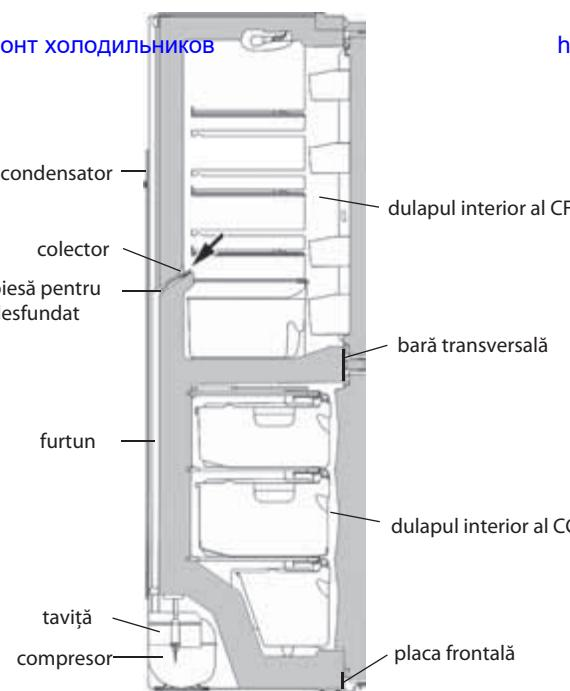

Figura 11 — Schema scurgerii apei rezultate în urma topirii din CC
4.2.1 În CF se folosește un sistem automat de dezghețare. Bruma, care apare pe peretele din spate a CF, după deconectarea compresorului care lucrează în ciclu, se topește și se transformă în picături de apă. Picăturile de apă rezultată în urma topirii se scurg în colector, apoi prin gaura acestuia și prin furtun - în taviță de pe compresor, în conformitate cu figura 11 și se evaporă. Gaura colectorului este dotată cu o piesă pentru prevenirea înfundării sistemului de drenaj.
Prezența apei în colector indică înfundarea sistemului de drenaj. Pentru eliminarea înfundării folosiți piesa corespunzătoare și curătați gaura colectorului, astfel ca apa să se scurgă liber în taviță, apoi spălați piesa și instalați-o în conformitate cu figura 11.
SE INTERZICE să utilizați frigiderul cu sistemul de scurgere înfundat. Apa care a apărut pe fundul CF sau care a ajuns în locul de alăturare a barei transversale și a dulapului interior al CF, în conformitate cu figura 11, poate provoca coroziunea dulapului exterior al frigiderului și elementelor agregatului frigorific, defectarea izolației termice, form-